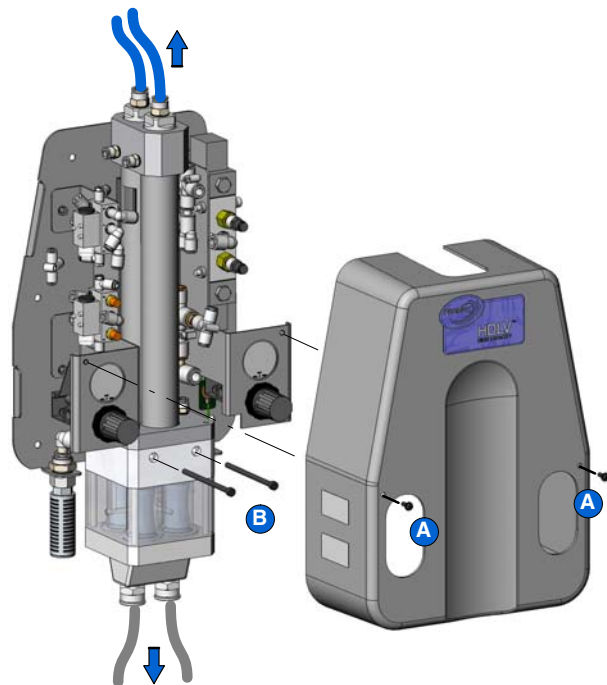
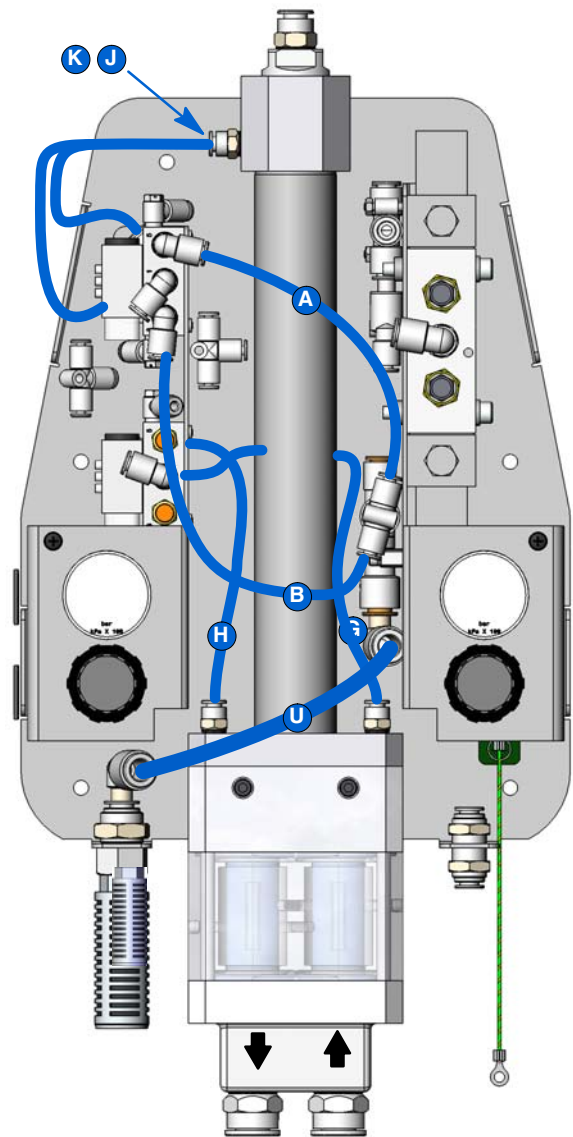

Figura 9 Smontaggio del gruppo pompa
Figura 10 Scollegamento del tubo dell'aria
1. Vedi figura 9. Staccare i condotti dell'aria di spurgo dalla sommità della pompa.
3. Togliere le due viti (A) e la copertura dalla pompa.
4. Vedi figura 10. Scollegare un'estremità dei sette tubi dell'aria indicati.
NOTA: Le lettere della figura 10 corrispondono alle lettere del *Diagramma dei tubi* a pagina 20.
5. Vedi figura 9. Togliere le due viti (B) che fissano il gruppo pompa alla base. Spostare il gruppo pompa su una superficie di lavoro pulita.